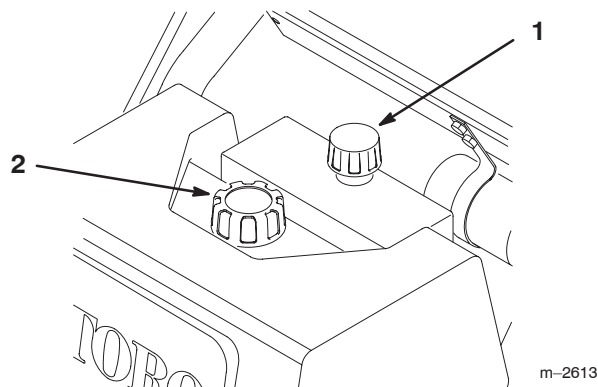

Bild 31
2. Reinigen Sie den Bereich um den Einfüllstutzen, Deckel und Peilstab des Hydrauliktanks (Bild 31).